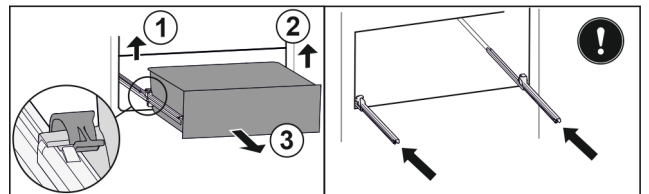

Fig. 137
- ▶ Повдигнете лявата скоба и едновременно с това изтеглете напред чекмеджето отляво. Fig. 137 (1)
- ▶ Повдигнете дясната скоба и едновременно с това изтеглете напред чекмеджето отдясно. Fig. 137 (2)
- ▶ Извадете чекмеджето напред. Fig. 137 (3)